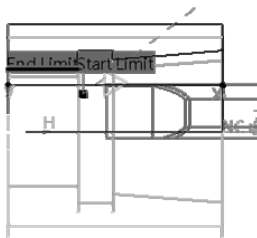

图 6-166 刀具路径轨迹 (11)
- 单击“Thread Turning.1”对话框中的 Tool Path Replay 按钮，弹出“Thread Turning.1”对话框，同时在图形区显示刀具路径轨迹(11)如图 6-166 所示。